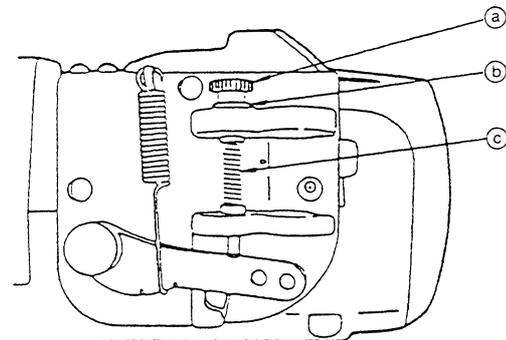

Fig. 50 Sensor A asm. del pedal
② Colocación de las partes
- Afloje la tuerca de ajuste de presión de la parte posterior (b) del sensor del pedal A (asm). (Fig. 50) y quite el tornillo de ajuste de presión de la parte posterior (a). Después, quite el resorte opresor de la parte posterior A ③ y reemplácela con el resorte opresor de la parte posterior B. coloque el tornillo de ajuste (a) y la tuerca (b) en la posición adecuada.